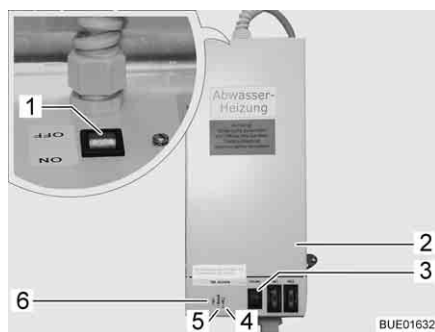

Fig. 153 Transformador con aparato regulador
Según el modelo, el transformador de 230 V AC/12 V DC (Fig. 153,2) estará instalado en el armario ropero o en el baúl del grupo de asientos.
- La luz de control (Fig. 153,5) se enciende verde: Regulación en funcionamiento
- Las luces de control (Fig. 153,4 y 6) se encienden rojas: Las tuberías de aguas residuales se calientan
La carcasa tiene un pulsador de prueba (Fig. 153,3) integrado con el cual se puede poner en funcionamiento brevemente el aparato regulador. Presionando el pulsador de prueba se puede comprobar el funcionamiento del calentamiento aún cuando la temperatura ambiente sobrepase los 5 °C.
- Poner el interruptor (Fig. 153,1) en el transformador (Fig. 153,2) en "ON".
- Poner el interruptor (Fig. 153,1) en el transformador (Fig. 153,2) en "OFF".